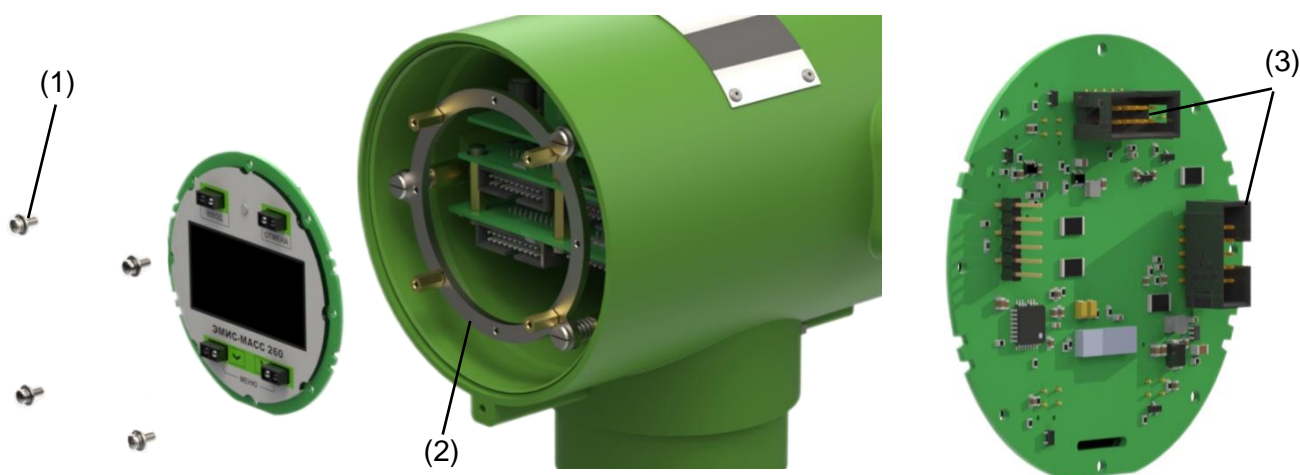

Рисунок 7.2. Поворот дисплейной панели ЭБ.
Конструкция электронного блока позволяет повернуть экран на угол кратный 45°. Модуль дисплея содержит крепежные отверстия по кругу, см. **Рисунок 7.2**. Для поворота экрана потребуется изменение положения модуля дисплея относительно крепежного кольца (2) внутри корпуса ЭБ, для этого необходимо:
- Открутить 4 винта (1), фиксирующих модуль дисплея на крепежном кольце (2);
- При необходимости перенести подключение шлейфа на другой разъем (3).